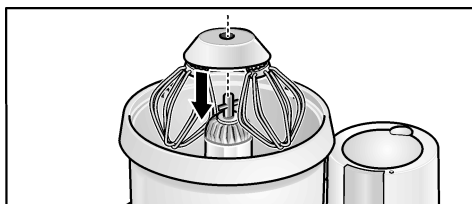

Figura 6
4. Coloque y trabe el batidor doble en el eje motriz del cuenco mezclador, según se muestra en la figura 6. Asegúrese que la rueda dentada engarce en el eje motriz.